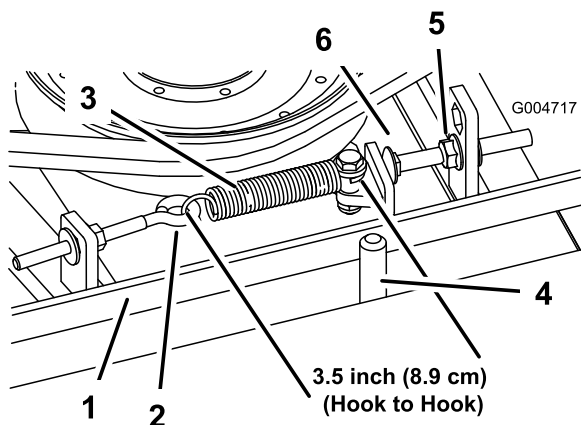

Figure 69
Lorsque le ressort d'extension est correctement tendu, l'intérieur doit mesurer (d'un crochet à l'autre) entre 8,3 et 9,5 cm. Lorsque le ressort est correctement tendu, ajustez le boulon de butée (boulon de carrosserie) jusqu'à obtention d'un jeu d'environ 2 à 5 mm entre la tête du boulon et le bras de tension (Figure 69).
Remarque: La courroie doit être placée du côté ressort du guide (Figure 69).
2. Desserrez le boulon à œil pour pouvoir enlever le ressort d'extension (Figure 69).
3. Desserrez l'écrou à embase qui fixe le boulon de butée à la patte de montage, et écarterez la poulie de tension de la courroie pour détendre cette dernière (Figure 69).
9. Raccrochez le ressort d'extension (Figure 69) au boulon à œil et tendez la courroie comme suit :